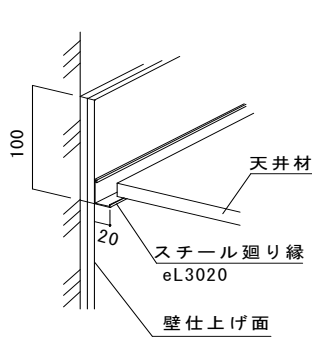

図2-3 壁面の仕上がり
- ① 壁面、柱面が天井面より 100 mm 程度上方まで仕上げている事を確認します。（図2-3参照）
- ② 基準墨により eLバーの上端（CH+27mm）位置に墨を打ちます。
- ③ 墨に合わせて eLバーを 600mm ピッチ程度でビスにて固定します。